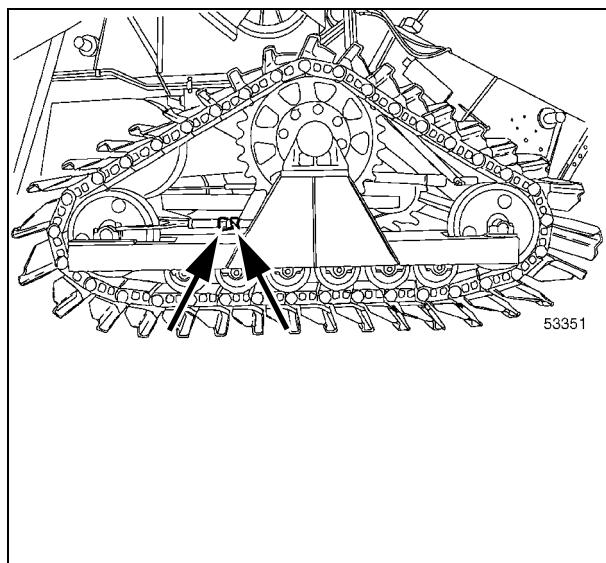

Рис. 46
- 1.) отпустите четыре гайки (10), которые крепят холостой ролик (11) к раме гусеницы;
- 2.) ослабьте захват (12);
- 3.) поверните натяжное устройство (13) таким образом, чтобы получить натяжение, указанное выше;
- 4.) затяните гайки (10), крепящие холостой ролик (11);
- 5.) законтрите захват (12);
- 6.) Заправьте смазкой **LAVERDA** Grease две масленки, изображенные на Рис. 46.